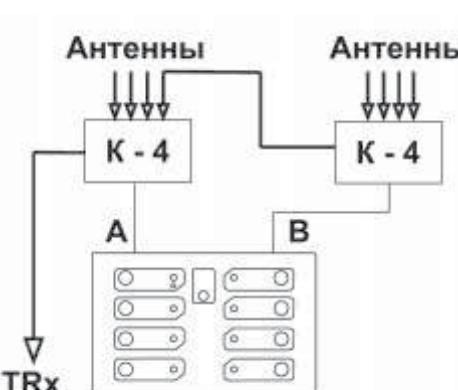
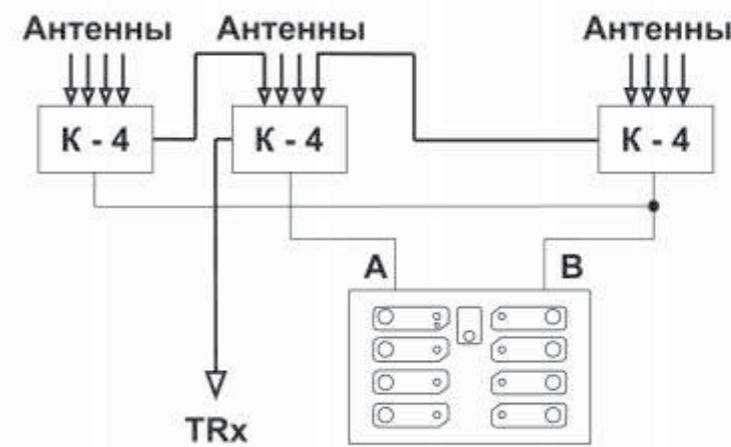

Рис.4
Рис.6
**Режим работы 2** — это коммутация двух независимых друг от друга групп А и В, каждая из которых коммутирует одну позицию из 4-х. В простом примере — этот режим дает возможность одновременно использовать два коммутатора на 4 антенн. Один коммутатор будет подключен к блоку кнопок «А» (выходы ANT1...ANT4), а другой - к блоку «В» (выходы ANT5...ANT8). Таким образом, вы можете подключить один трансивер к одному коммутатору, а второй трансивер к другому коммутатору. Также возможны другие варианты подключения коммутаторов в этом режиме. Смотрите приведенные примеры на рис.4, 5 и рис.6. Включение этого режима делается следующим образом:
У вас есть коммутатор на 8 антенн. На первое место в этом коммутаторе вы подключаете антенну, которая у вас будет работать на прием, к примеру, приемную антенну Beverage. Это у вас будет антenna, на которую вы будете принимать. А на место номер 6 (или любое другое удобное вам место, или на несколько мест коммутатора антенн) вы подключаете антенну, на которую будете передавать. Теперь, установив в пульте «УНИСОН» **режим работы 3**, — вы сможете слушать всегда **приемную антенну**, а в момент включения передатчика передавать на **передающую антенну**. На рис. 4 – пример такого варианта когда к группе В подключена антenna на 4-ре направления.